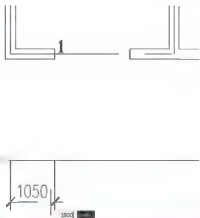

图 3.40 指定尺寸线和辅助线之间的距离
③ 在指定尺寸线位置或[多行文字(M)/文字(I)/角度(A)/水平(H)/垂直(V)/旋转(R)]:提示下,将光标垂直向下拖动,输入“1050”(图 3.40),指定尺寸线和辅助线之间的距离为 1050mm,按 Enter 键结束命令。